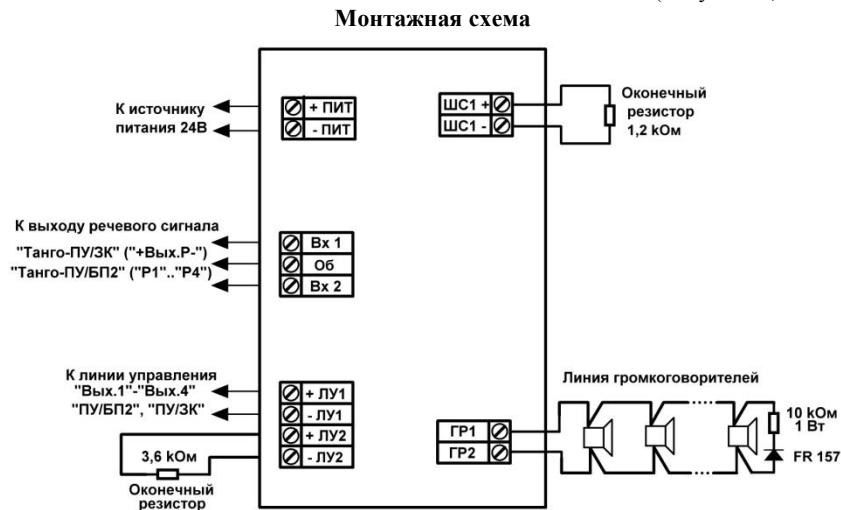

Рисунок 6.
- подключите внешние цепи согласно монтажной схеме. (Рисунок 6.)